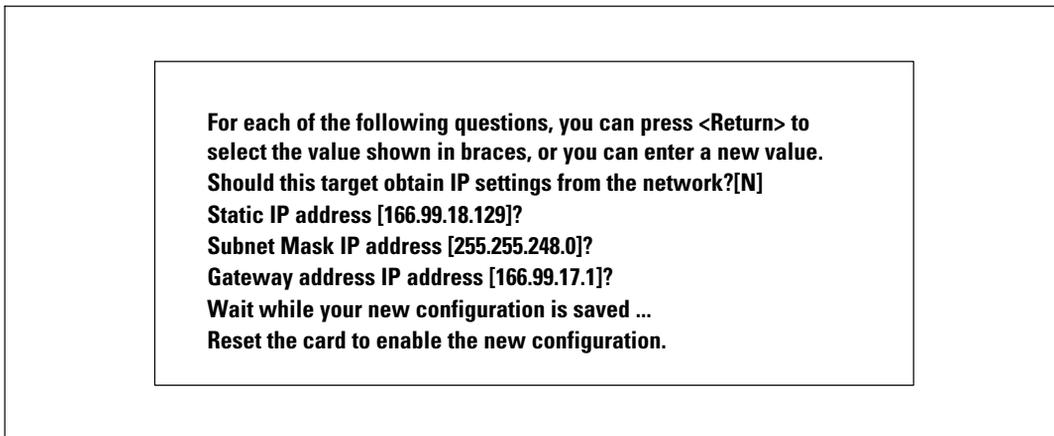

Figura 42. Modificar las configuraciones de la Red
- **Modificar configuraciones de la red:** para modificar parámetros de la red existentes (consulte Figura 42). Reinicie la tarjeta para activar los nuevos parámetros. En modo DHCP, la tarjeta puede recibir los siguientes parámetros, de acuerdo con la configuración del servidor DHCP: